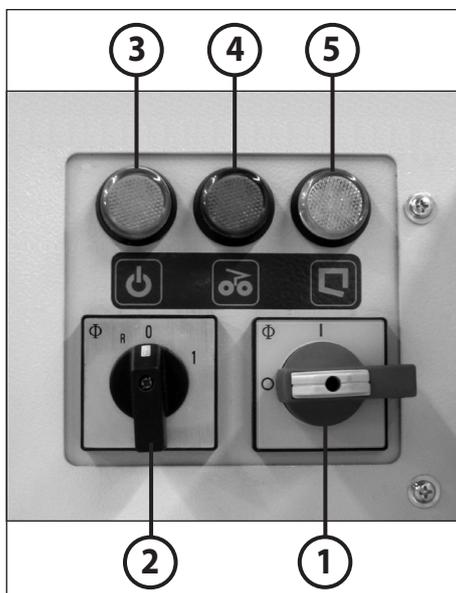

fig. 7
1. Conectar el interruptor principal (1) (posición "1").
2. Conmutar el conmutador giratorio (2) a la posición "1" (fig. 7).
## ELEMENTOS DE MANEJO (Fig. 7):